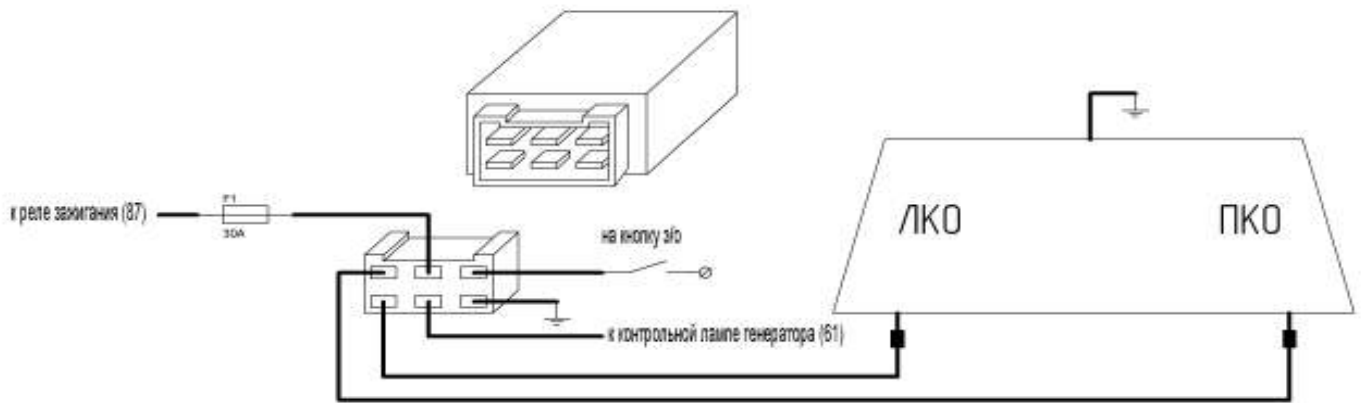

Рисунок 1: Рекомендуемая схема подключения - "Север"
6. Алгоритм работы Реле при подключении по схеме "Север" (см.рис.1 - рекомендуемая схема):